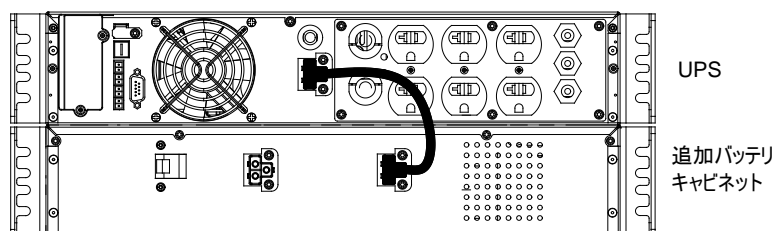

図 2-16 バッテリーケーブルの接続
3. バッテリーケーブルの片端を UPS 背面パネルにある外部バッテリー・ポートに、もう一方をバッテリーキャビネット背面のバッテリー・ポートのいずれかに、それぞれ接続します(図 2-16)。